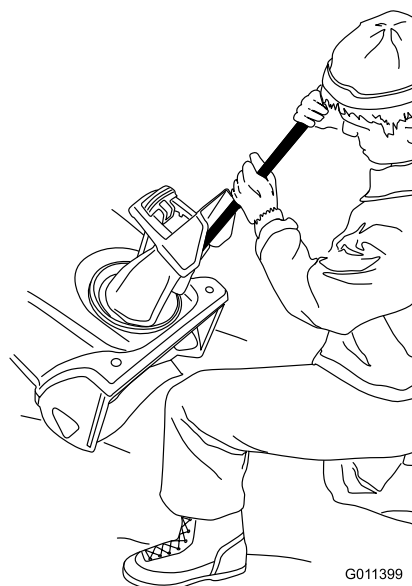

Figure 20
- Utilisez toujours un outil pour nettoyer l'éjecteur, jamais les mains (Figure 20).